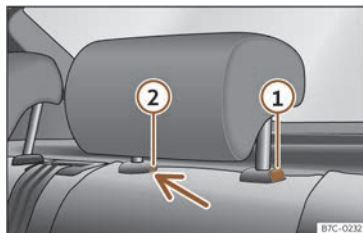

Fig. 88 Appuie-tête arrière : démontage.
- Appuyez sur la touche >>> fig. 88 ① en appuyant simultanément sur le trou de la serrure ② avec un tournevis plat d'une largeur maximale de 5 mm et retirez l'appuie-tête.